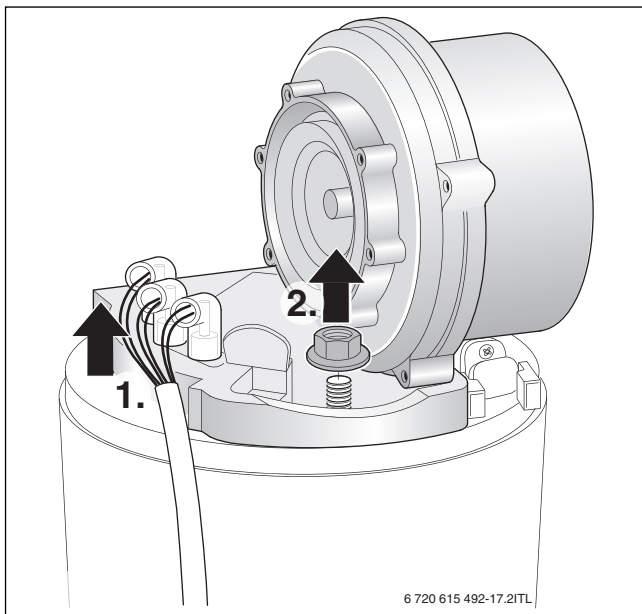

Bild 46 Gebläse herausnehmen
- ▶ Mischeinrichtung ausbauen (→ Bild 46).